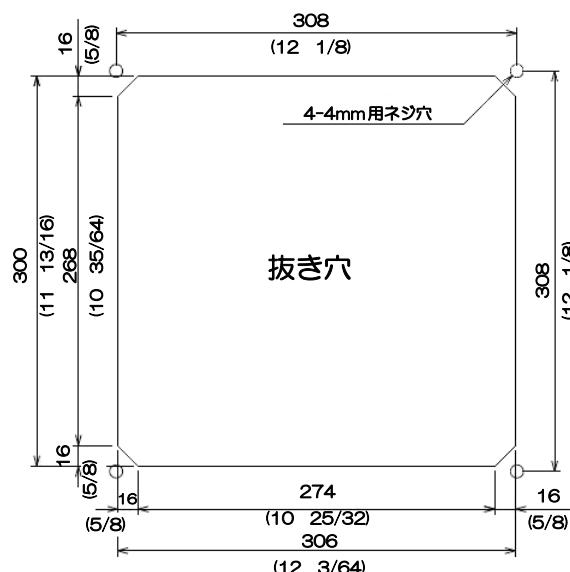

図1.5 フラッシュマウント取り付け穴加工図
- (1) 設置場所に角穴をあけます。(図1.5参照)
- (2) 表示機前枠の四隅にあるプラスチック製のコーナーキャップを外します。(上に引き抜くと簡単に外れます)
- (3) 本体と角穴が合うか、ハメ合わせを確認します。不具合があれば角穴を修正します。
- (4) 電源用と送受波器用のコネクターを、それぞれ本体に接続します。
- (5) 表示機を設置する場所(角穴)にはめ込み、4mmのタッピングネジ(またはM4なべ小ネジ)4本で固定します。(4mmネジは取り付け部の厚さに応じたネジを手配してください。)
- (6) (2)項で外したコーナーキャップを取り付けます。